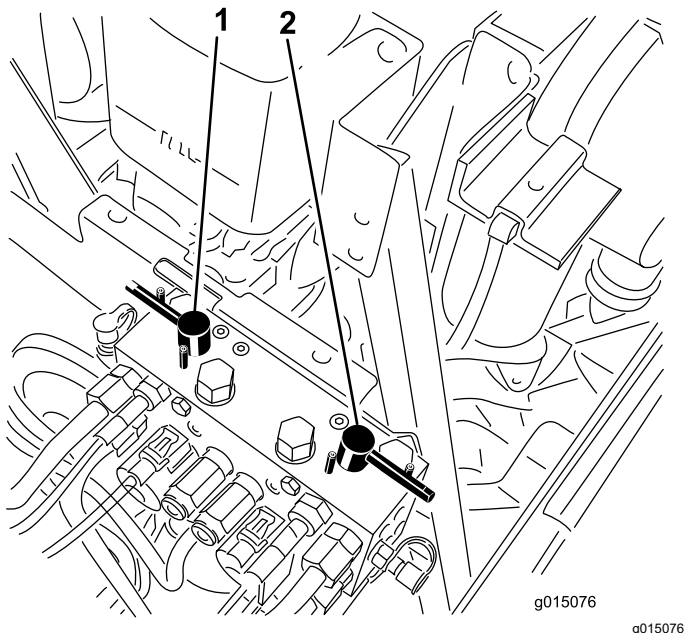

Figura 122
4. Selezionate le leve di lappatura anteriore, posteriore o entrambe per stabilire gli elementi da lappare (Figura 122).